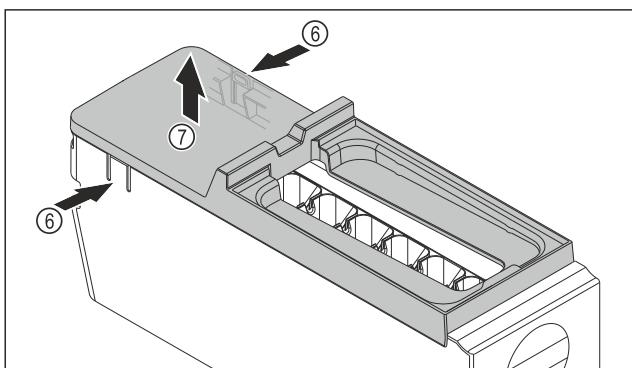

Fig. 213
▶ 取出 EasyTwist-Ice 机身的盖板：用一只手按压 EasyTwist-Ice 机身两侧的接片 Fig. 213 (6)。
▶ 用另一只手朝上取出盖板 Fig. 213 (7)。